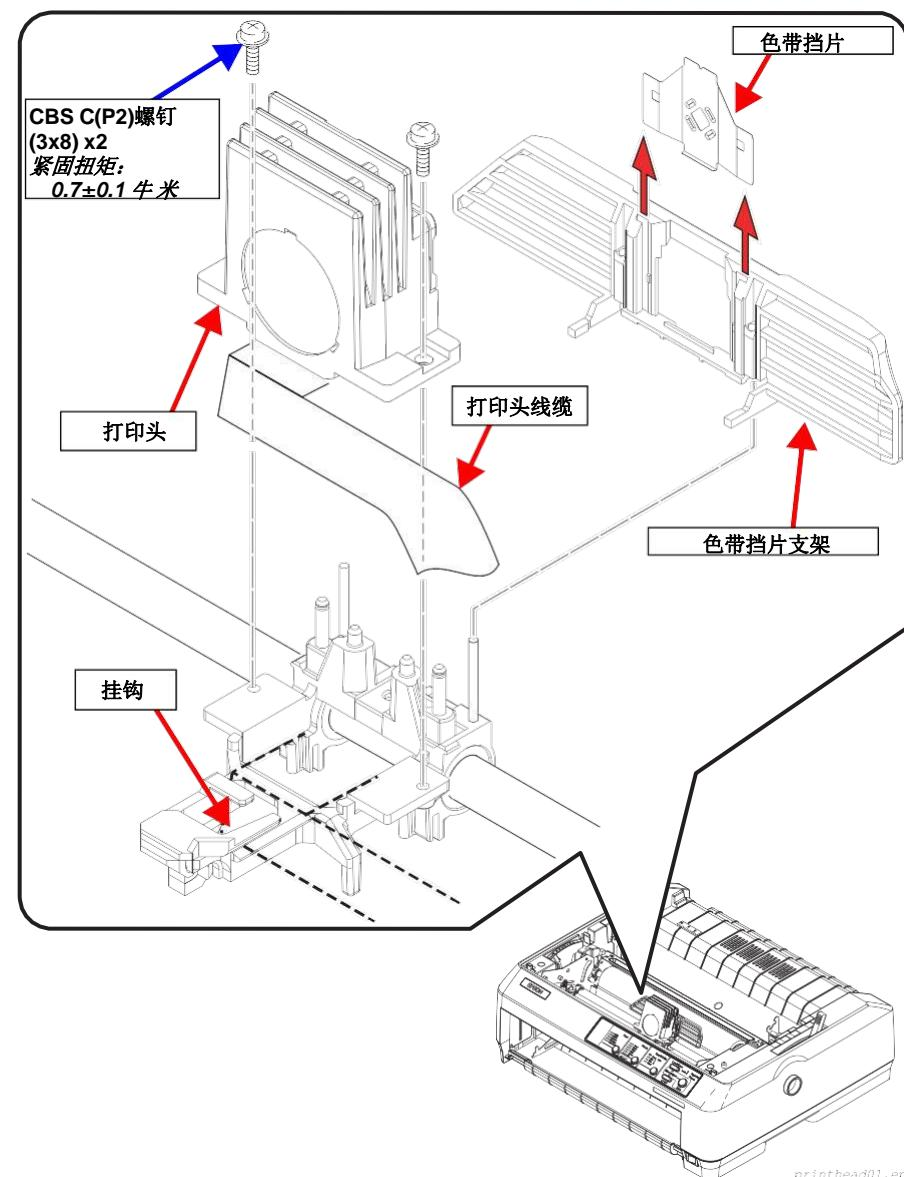

图 4-13. 打印头的拆卸
2. 把用于将打印头固定到字车组件上的 2 个 CBS C (P2) (M3x8)螺钉拆下来。\(参见图4-13\)